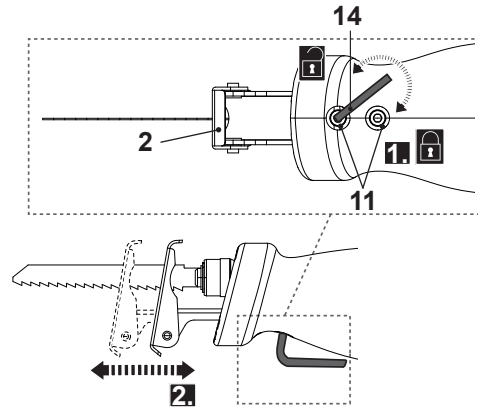

Fig. 4
- > Suelte los dos tornillos del ajuste de la placa guía (11) utilizando la llave hexagonal (14) (Fig. 4, paso 1).
- > Deslice la placa guía (2) hasta la posición deseada y después, apriete los tornillos del ajuste de la placa base (11) (Fig. 4, paso 2).